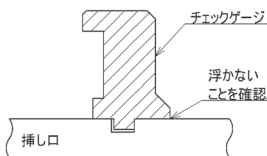

図70 溝深さの確認
(5) 加工完了後、所定の寸法になっていることをGX形専用のチェックゲージを用いて下記の方法で確認する。
- ① チェックゲージを加工後の溝に入れて、挿し口全周にわたって浮かないことを確認する(図70)。チェックゲージが浮く場合、溝が浅いので再度溝切加工を行う。